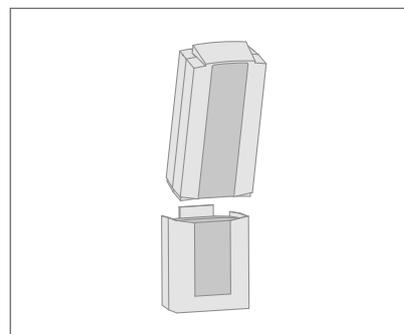

Ilustración 13. Colocación/extracción de la batería en/del cargador
2. Coloque el extremo más bajo de la batería en el cargador de pared con el lado superior (de la palanca) de la batería ligeramente fuera del soporte (véase la ilustración 13).